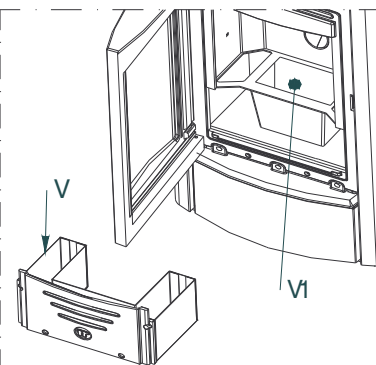

ABBILDUNG 3
- **WÖCHENTLICH** die Restasche aus dem Aschekasten "V" entleeren (Abbildung 3).
- **WÖCHENTLICH** die Restasche aus dem Bereich "V1" unterhalb des Brennpfes absaugen (Abbildung 3).